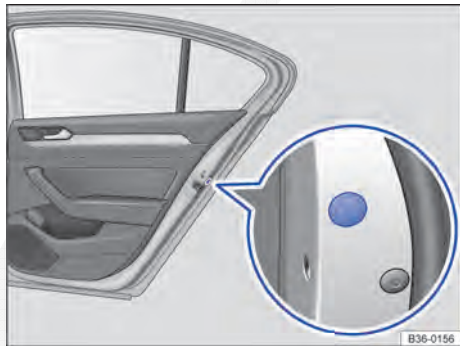

Fig. 282 Na parte dianteira da porta traseira direita: travamento de emergência, coberto por uma vedação de borracha.
- Remover a vedação de borracha da parte dianteira da porta. A vedação está identificada por um cadeado  → Fig. 282.